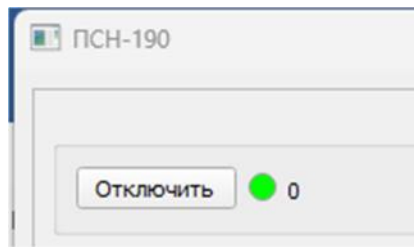

Рис. 6 – Индикатор успешного подключения
8. В случае успешного подключения наблюдать в правом верхнем углу программы смену названия кнопки «Подключить» на «Отключить», а также смену цвета индикатора подключения с серого на зеленый (рис. 6).